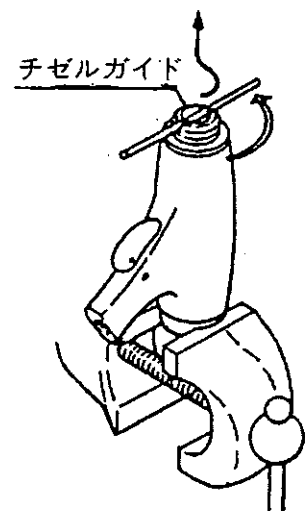

図6
- 1) チゼルスプリングを取りはずし、シリンダ後部の2面を万力ではさみ、チゼルガイドの先端にある溝に丸鋼などをあてがい、左に回して取りはずします。(図6)